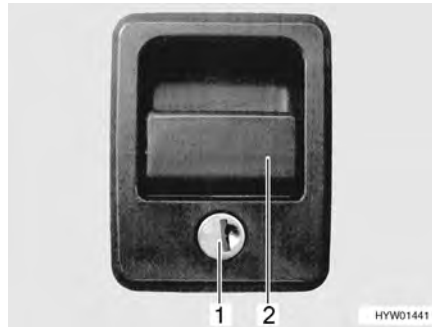

Fig. 42 Serrure du portillon avec poignée
- Insérer la clé dans le barillet (Fig. 42,1) et la tourner d'un quart de tour. La serrure du portillon est déverrouillée.
- Tirer sur la poignée de la serrure (Fig. 42,2). Le portillon extérieur est ouvert.